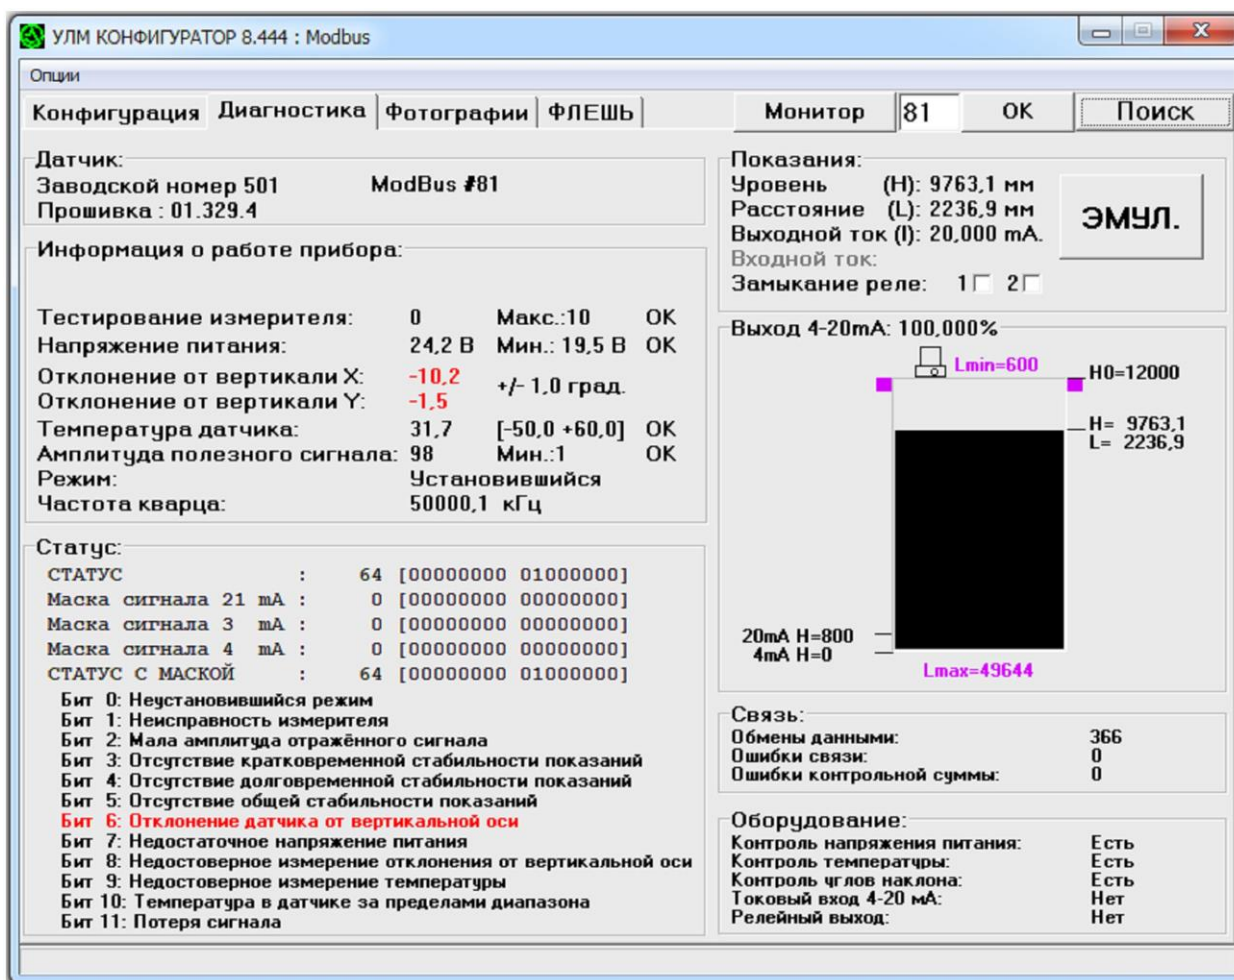

Рис.10. Пример вкладки «Диагностика».
Вкладка «Диагностика» рис.10. содержит в себе основную информацию о работе датчика. Визуально она разделена на семь панелей, в которых отображаются показатели работы датчика. Большинство строк выводится чёрным шрифтом; красным выводятся показатели, выходящие за допустимые критерии или рекомендованные состояния; серым выводятся строки, заполнить которые нечем, т.к. данная модификация датчика аппаратно или программно не позволяет контролировать соответствующий параметр.
3. Панель «Статус» Содержит всё, что касается статуса текущего измерения. Вверху в пять строк выводятся Статус измерения, маски аварийных токовых сигналов и статус измерения с маской пользователя (см.п.2.6). Значения регистров представлены в десятичном виде и в квадратных скобках в двоичном. Например, на рис.10, в статусном регистре 6-й бит (считая с нулевого) равен единице, следовательно значение регистра в десятичной системе счисления равно $2^6 = 64$.
Ниже идёт побитовая расшифровка аварийных ситуаций. На рис.10 видно, что присутствует отклонение установленного уровнемера от вертикальной оси (6-й бит выведены красным).